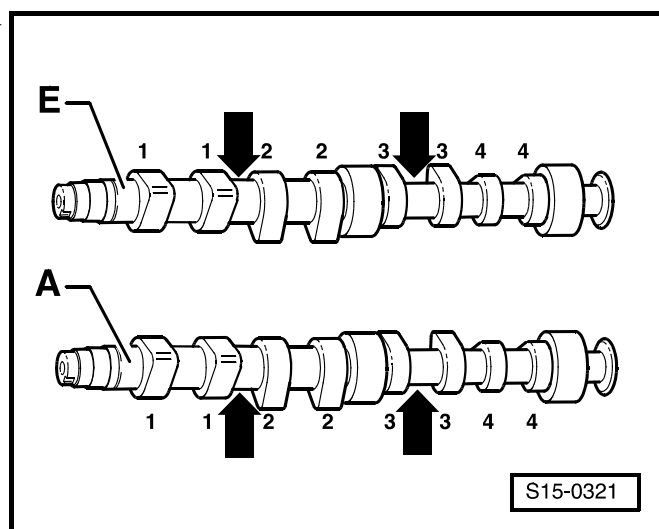

Fig. 4: Valve dimensions
- ☐ Valve dimensions ⇒ Fig. 4 in **15-2** page 3